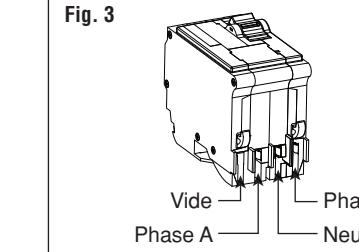

Fig. 4
5. Insérer le DDFT dans le panneau de la manière illustrée (fig. 4).
5. Coloque el interruptor de circuito derivado ICFT en el panel como se muestra (ver fig. 4).